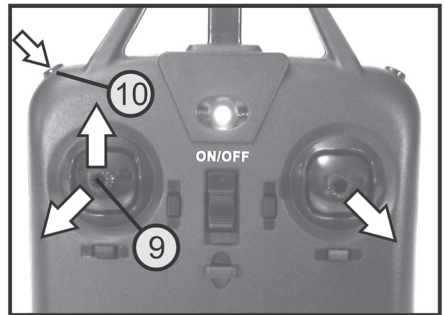

Figure 13
Le démarrage automatique peut être annulé à tout moment. Pour ce faire, il suffit de déplacer légèrement le levier vers le bas pour la fonction de Pas et Arrière (voir figure 13, pos. 9) pendant le décollage. L'hélicoptère cessera alors de monter et se mettra en vol stationnaire à l'altitude actuellement atteinte.
Déplacez le levier de commande de gauche vers le coin inférieur gauche et le levier de commande droit vers le coin inférieur droit (voir figure 13). Les rotors se mettent à tourner.
Si vous déplacez maintenant le levier de commande pour la fonction de Pas et Arrière (voir figure 13, pos. 9) vers le haut, la vitesse du rotor principal augmente et l'hélicoptère décolle. Lorsque l'altitude de vol souhaitée est atteinte, ramenez le levier de commande pour la fonction de Pas et Arrière en position centrale.
Lorsque l'hélicoptère est en vol stationnaire, appuyez brièvement sur le bouton-poussoir pour le décollage, l'atterrissage et l'arrêt d'urgence (voir aussi figure 13, pos. 10). La vitesse du rotor principal de l'hélicoptère baisse alors jusqu'à ce qu'il perde de l'altitude et se pose automatiquement. Pendant le processus de chargement, l'hélicoptère est toujours contrôlable et le point d'atterrissage peut être corrigé si nécessaire. Après l'atterrissage de l'hélicoptère, les rotors s'arrêtent automatiquement. Pendant la phase d'atterrissage automatique, la LED du modèle réduit d'hélicoptère clignote.
L'atterrissage automatique peut être annulé à tout moment. Pour ce faire, il suffit de déplacer légèrement le levier vers le haut pour la fonction de Pas et Arrière (voir figure 13, pos. 9). L'hélicoptère cessera alors de descendre et se mettra en vol stationnaire à l'altitude actuellement atteinte.
Déplacez le levier de commande pour la fonction de Pas et Arrière (voir figure 13, pos. 9) vers le bas jusqu'à ce que l'hélicoptère perde lentement de l'altitude. Lorsqu'il est de nouveau sur les patins d'atterrissage, maintenez le levier dans la position la plus basse jusqu'à ce que les rotors s'arrêtent.